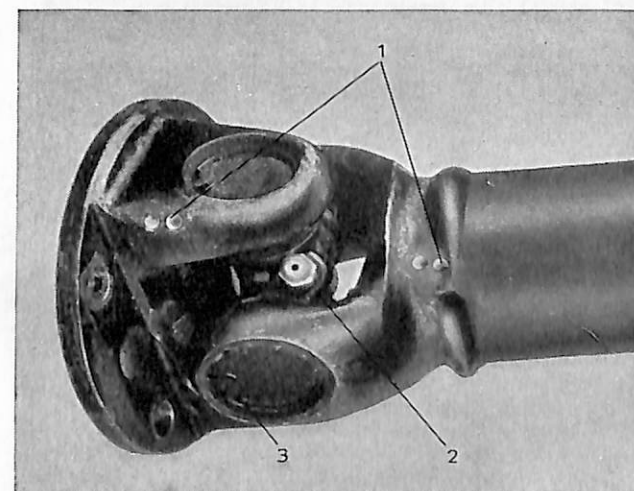

Bild 6. Märkning av kardanknut.
Spänn fast axeln (eller knuten om det är den mellersta) i ett skruvstycke, så att knuten kommer så nära skruvstycket som möjligt. Tänk på att själva "axeln" är ett rör, som lätt kan deformeras. Märk upp knuten så att gafflarna och axelkorsen kan monteras i samma inbördes läge (1, bild 6). Placera märken i linje med smörjnippeln (2) på axelkorsen.
1. Tag bort de fyra låsfjädrarna (3) som låser nållagerhylsorna.